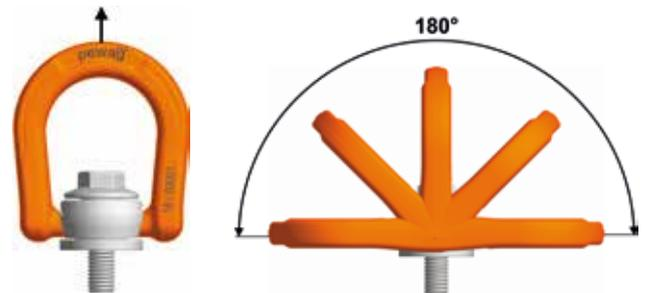

Bild 1: erlaubte Belastungsrichtungen die bei bestimmungsmäßigem Gebrauch auftreten können.
Belastung: Die Belastung darf nur in der vorgegebenen Richtung (Bild 1) mit der maximalen Tragfähigkeit lt. Tabelle 1 und unter Berücksichtigung der hier angegebenen Einsatzbedingungen erfolgen.
- Zugrichtung nicht im vorgegebenen Bereich lt. Bild 1 liegt.